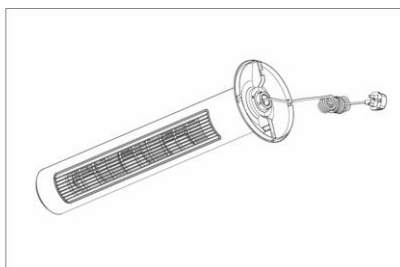

Рис. 6
5. Убедитесь, что шнур питания правильно проложен в соответствии с пазами для проводов в нижней части основания и надежно закреплен (рисунок 6), в противном случае прибор не будет устойчиво стоять.